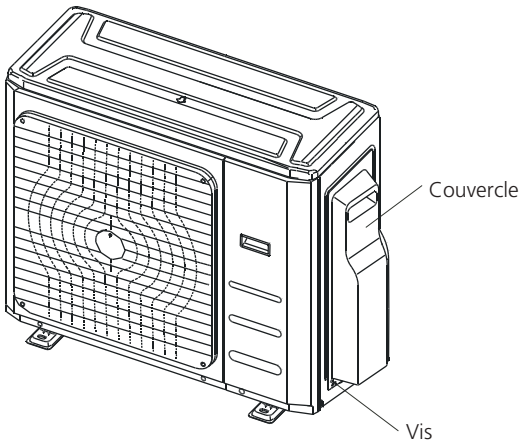

Fig. 8.1
- 2. Retirez le couvercle électrique de l'unité extérieure. S'il n'y a pas de couvercle sur l'unité extérieure, démontez les boulons de la carte d'entretien et retirez le panneau de protection. (Voir Fig. 8.1)